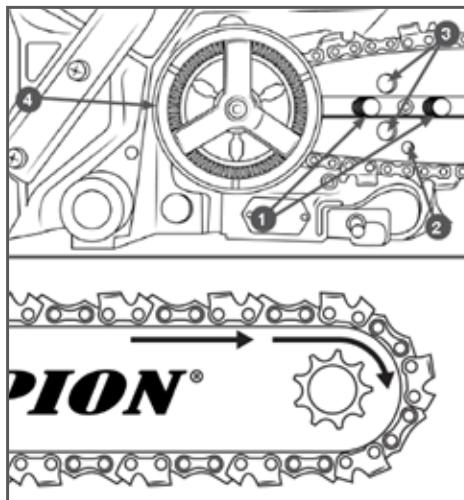

Рис. 3 Установка пильной цепи
- Установите шину пазом на шпильки крепления шины 1 и передвигните ее в сторону барабана сцепления 4 для облегчения установки цепи (Рис. 3).
4. Установите пильную цепь как показано на Рис. 3. При установке цепи следите за тем, чтобы режущая кромка звена была расположена вперед по ходу движения цепи, т.е. по часовой стрелке. Поместите цепь на зубья ведущей звездочки, расположенной позади барабана сцепления 4 (Рис. 3). Удостоверьтесь в правильном положении цепи на ведущей звездочке (Рис. 3).